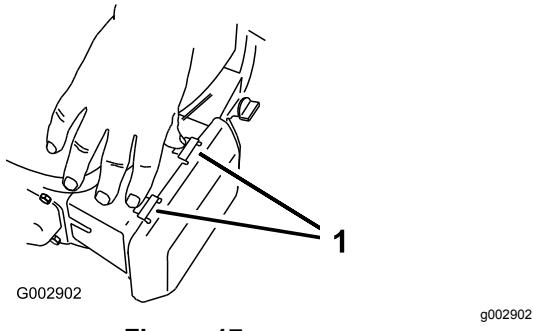

Figura 17
- Presione hacia abajo los cierres de la parte superior de la tapa del filtro de aire (Figura 17).